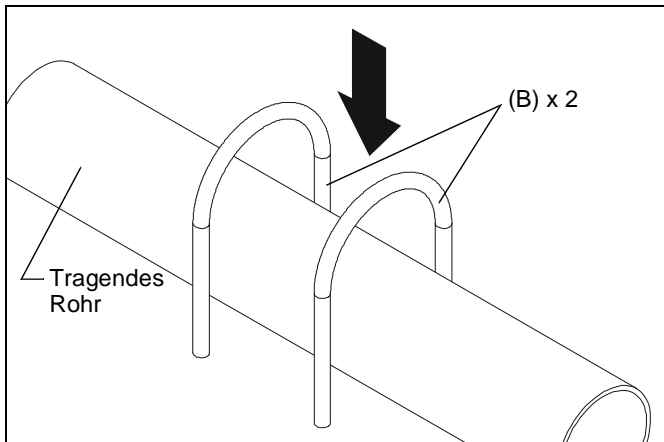

Abb. 1
1. Legen Sie zwei Bügelschrauben (B) über einen tragenden Stahlausleger oder ein tragendes Stahlrohr von (mindestens) 25,4 mm (1 Zoll). (Siehe Abb. 1)
2. Nehmen Sie nun die Auslegerplatte (A) und stecken Sie die Bügelschrauben durch die Löcher in der Auslegerplatte. (Siehe Abb. 1)